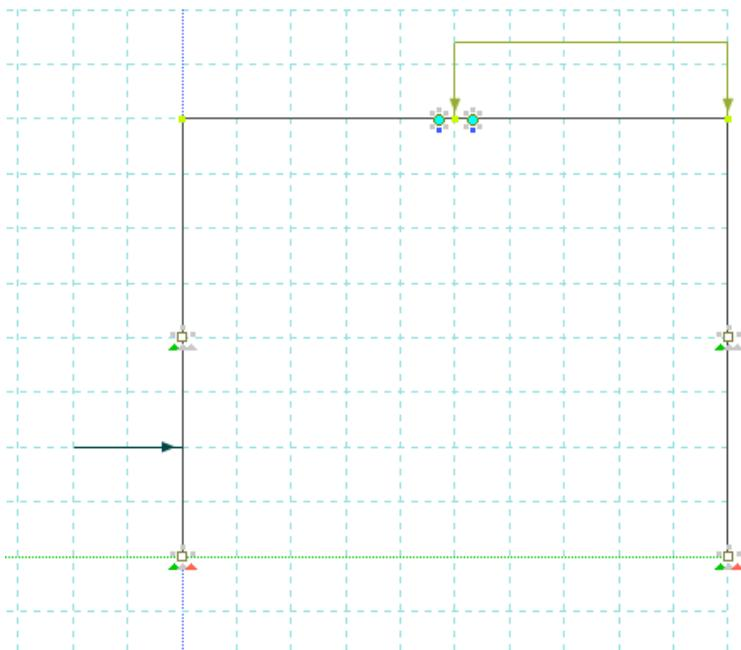

Рис. 79. Расчетная схема балки
- На панели **Сосредоточенная сила** задайте расстояние от первого узла  $A = 2$  м и величину силы  $P = 4$  кН (рис. 79) (*элемент вновь*